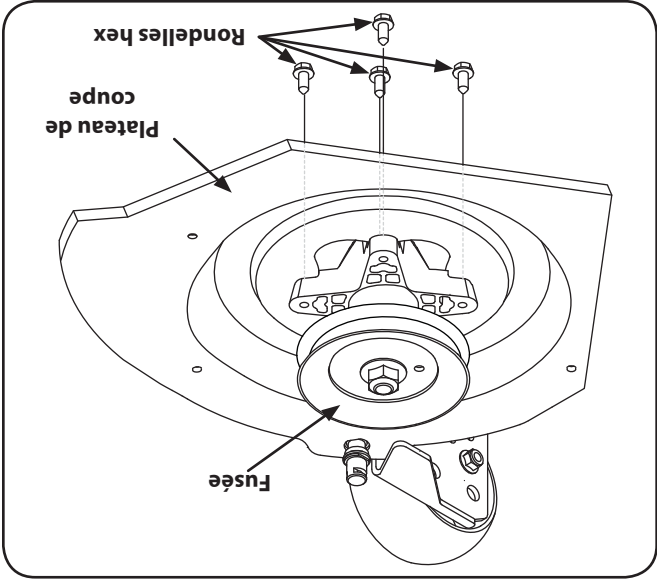

Figure 7-14
4. Utilisez une clé de 1/2 po ou une clé à douille à cliquet pour enlever les quatre rondelles hex. qui maintiennent la fusée sur le plateau de coupe. Voir la Figure 7-14.